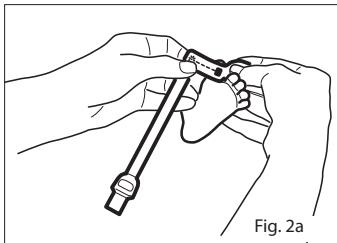

Fig. 2a
- Reportez-vous à la Fig. 2a. Dirigez le câble du capteur de façon à ce qu'il repose sur le dessus du pied. Placez le détecteur sur la partie charnue du gros orteil. Vous pouvez également utiliser l'orteil situé à côté du gros orteil ou le pouce (non illustré).